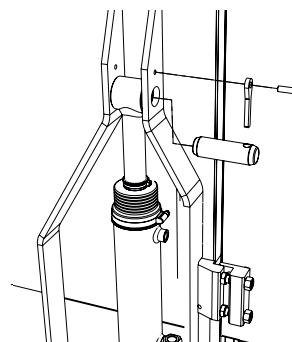

Bild 15. Placeras och lås tiltcylindern
11. Placera tiltcylindern i cylinderfästet och lås med låssprinten, se Bild 15.